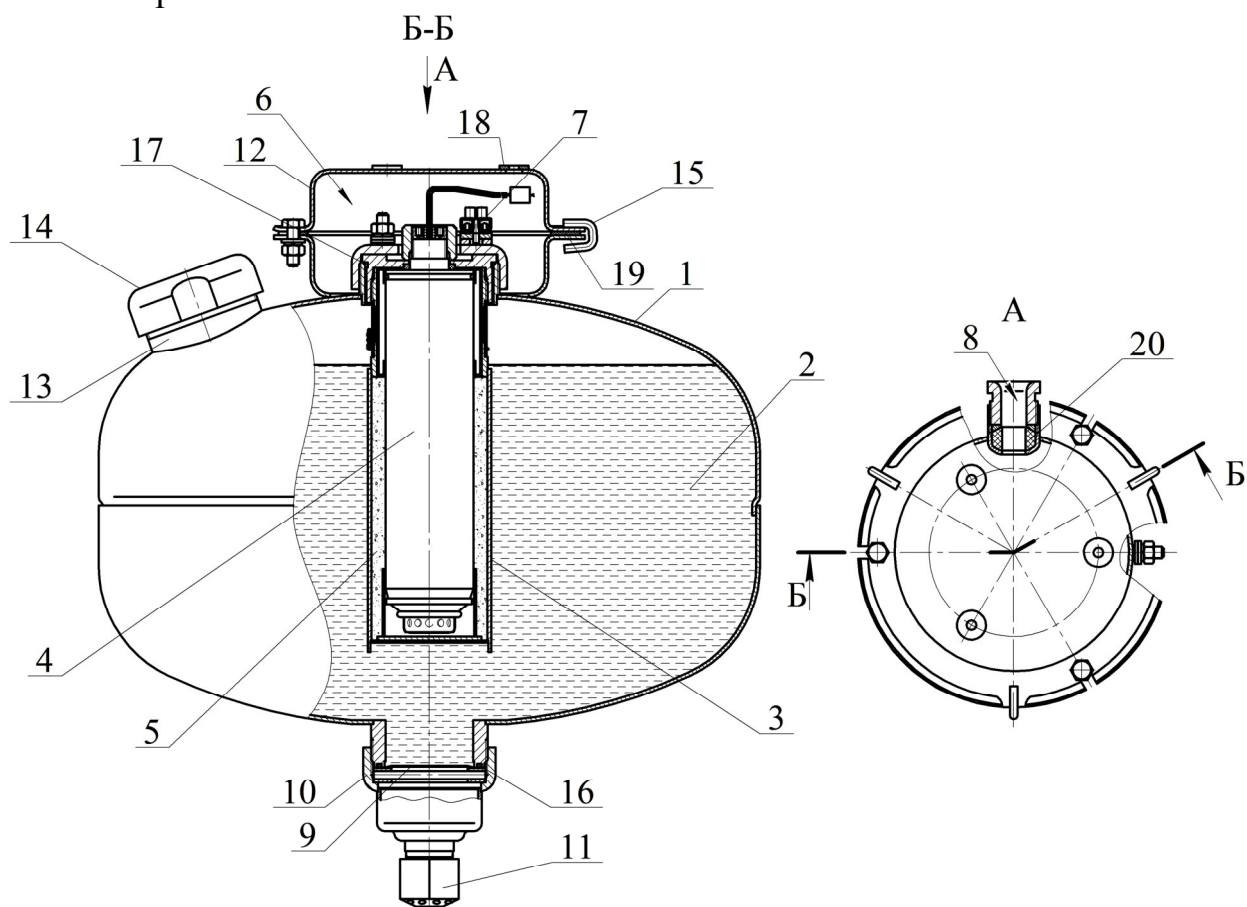

Рисунок 1
1.4.1.1 МУПТВ (см. рисунок 1) состоит из корпуса 1, заправленного жидким ОТВ 2, в котором размещено газогенерирующее устройство 3. В герметичный корпус газогенерирующего устройства со степенью защиты IP68 установлен ИХГ 4 с элементом электропусковым. Зазор между ИХГ корпусом газогенерирующего устройства заполнен пористым искрогасящим материалом 5. Соединительные провода элемента электропускового ИХГ выведены в коробку 6 через герметизированный узел в корпусе МУПТВ, обеспечивающий требуемую (не ниже IP67) степень защиты от внешних воздействий. Наружные концы проводов элемента электропускового (при монтаже по разделу 6 настоящего паспорта) присоединены к зажиму контактного винтового 7, установленному в коробке 6 со степенью защиты IP65. Электрические зазоры и пути утечки между неизолированными токоведущими частями (контактных зажимов и проводников) составляют 1,6 мм. Монтажный кабель через кабельный ввод 8 входит в коробку 6 и подключается к зажиму контактного винтового 7.
После подачи на выводы элемента электропускового электрического импульса ИХГ 4 (см. рисунок 1) генерирует газ, который, проходя через пористый искрога-сящий материал, создает давление внутри корпуса МУПТВ для вскрытия мембра-
2.1.3 Закрепить кронштейн 12 (см. рисунок 1) на потолке. Координаты отверстий в кронштейне приведены на рисунке 5.
Залить в отверстие верхней горловины 13 (см. рисунок 1) воды по ГОСТ 6709-72, СанПиН 2.1.4.1074-01 (температура воды должна быть плюс (от 15 до 25) $^{\circ}\text{C}$) объемом $11,8^{+0,2}$ дм³. Открыть упаковки с жидкими добавками к воде и залить их в отверстие верхней горловины 13.
2.1.6.3 Полученный раствор ОТВ залить в отверстие верхней горловины **13** (см. рисунок 1). Для окончательного приготовления ОТВ открыть упаковки с жидкими добавками к воде и залить их в отверстие верхней горловины **13**.
2.1.8 На выпускную горловину гайки **10** (см. рисунок 1) накрутить до упора насадок-распылитель **11**.